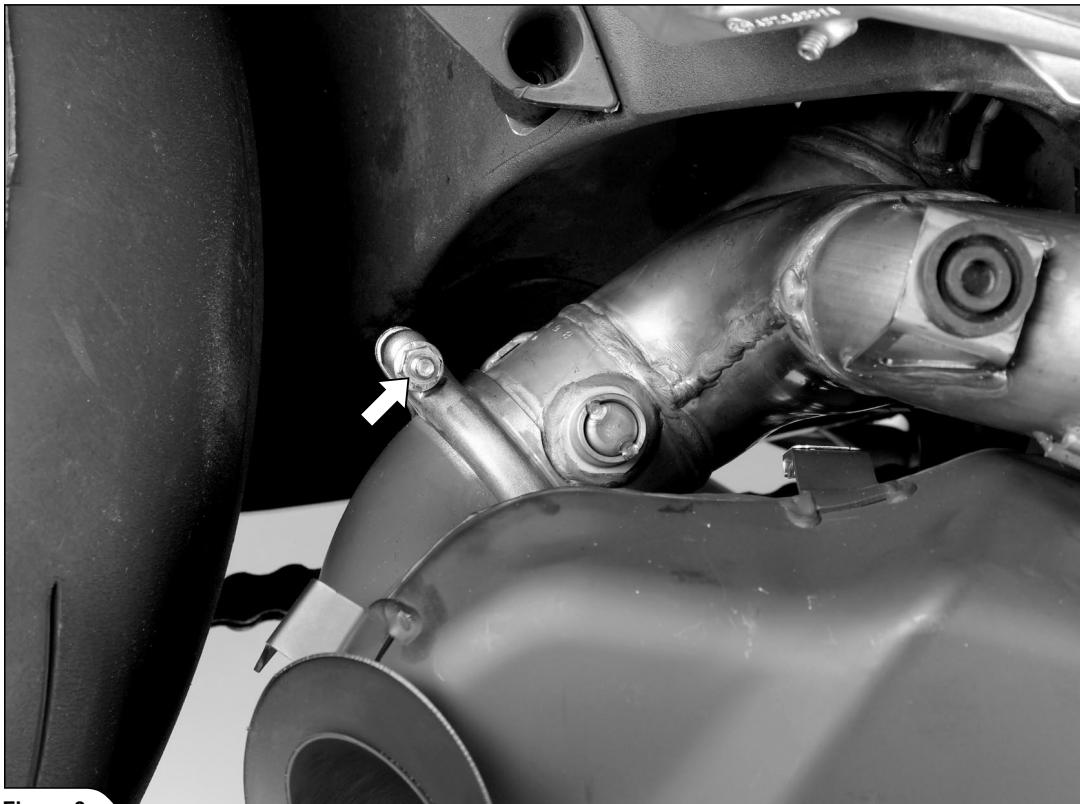

Figure 3
3. 車両の両側から、サイレンサーの図に示すクランプ、ボルト、ナットを緩めて外します。サイレンサーを慎重に車両から取り外します（図 3、4、5、6）。